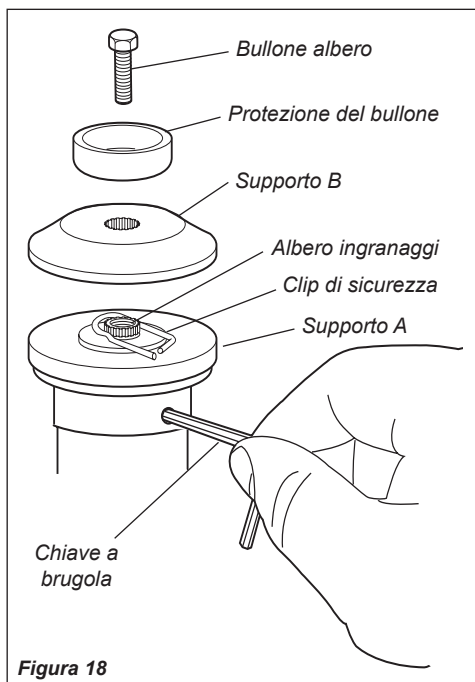

Figura 18
1. Allineare il foro del supporto A della lama al foro corrispondente nella flangia della scatola ingranaggi e bloccare temporaneamente l'albero inserendo una chiave a brugola in entrambi i fori. Vedere Figura 18.